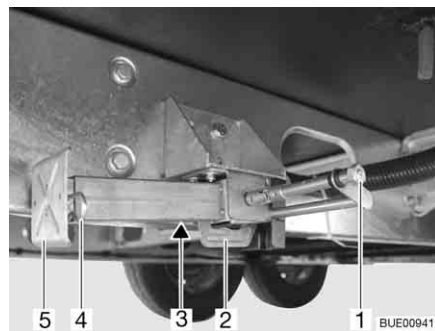

Fig. 52 Vérin stabilisateur
- Placer la clé à pipe sur l'écrou à six pans (Fig. 52,1) et tourner jusqu'à ce que le vérin stabilisateur soit en position verticale vers le bas.
- Lorsque la longueur des vérins stabilisateurs est réglable, faire sortir la goupille (Fig. 52,4) de la rallonge du pied d'appui (Fig. 52,5).
- Placer la clé à pipe sur l'écrou à six pans (Fig. 52,1) et tourner jusqu'à ce que le vérin stabilisateur se dégage du sol.
- Rentrer complètement la rallonge du pied d'appui (Fig. 52,5) et insérer la goupille (Fig. 52,4) dans le trou prévu à cet effet.
- Tourner l'écrou à six pans (Fig. 52,1) jusqu'à ce que les vérins stabilisateurs soient pivotés vers le haut et que la glissière (Fig. 52,2) soit arrivée complètement à l'extrémité de la fente (Fig. 52,3).